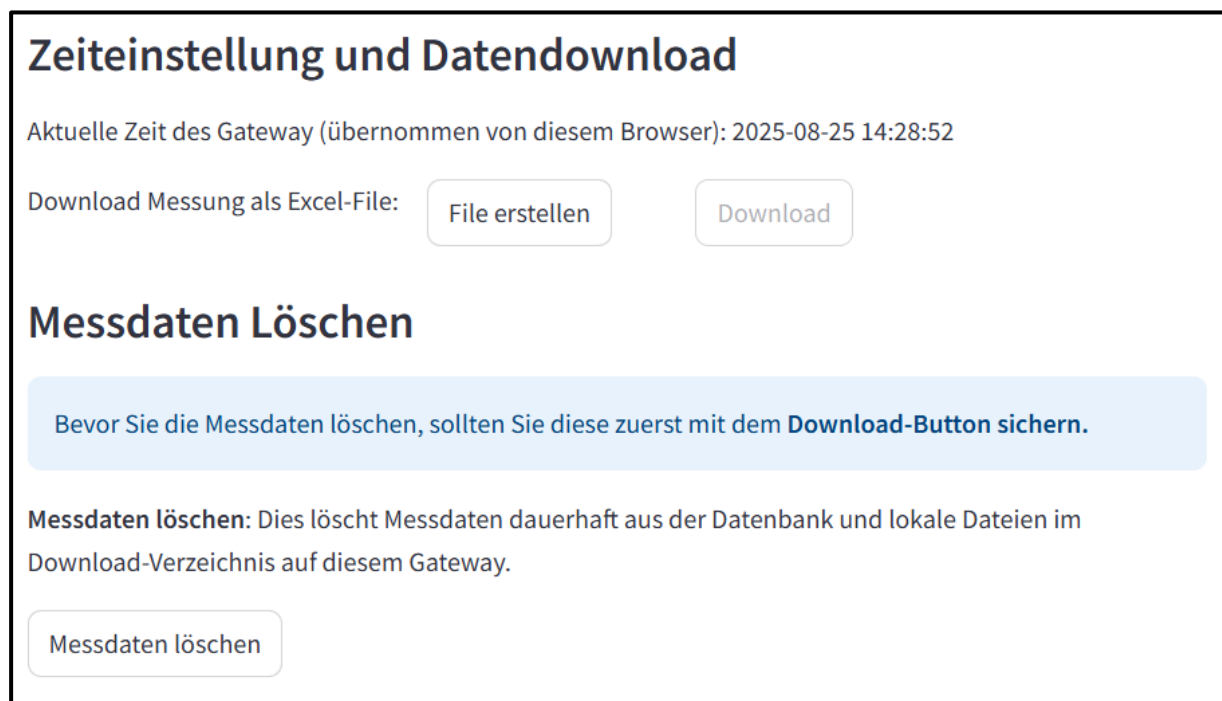

Abbildung 12: Zeiteinstellung, Datendownload und Messdaten löschen im GUI
- 5) Datum und Uhrzeit des PINCHgateway wird automatisch vom Laptop oder Smartphone übernommen (Abbildung 12). → Überprüfen auf Korrektheit